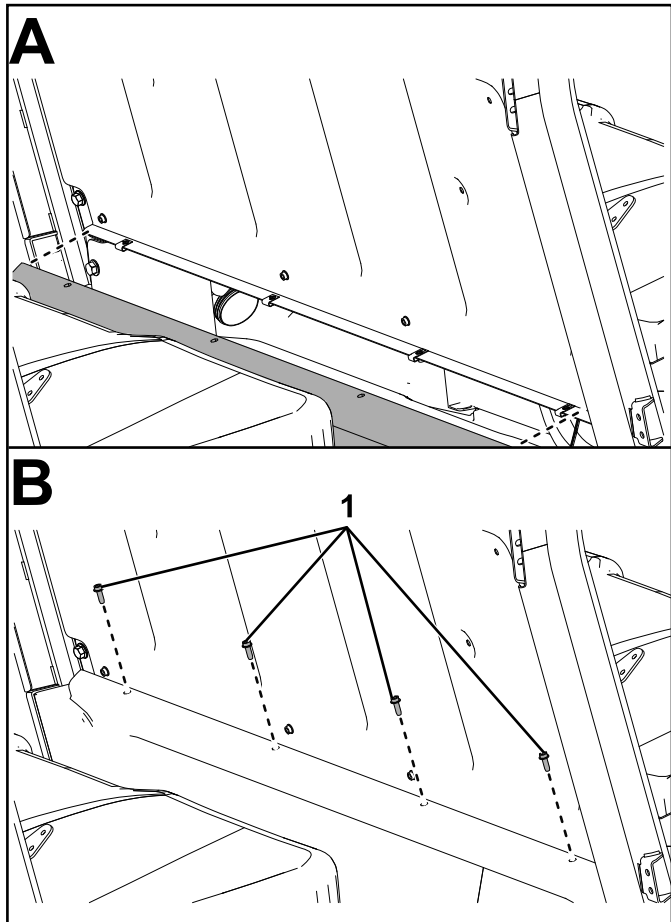

Figura 50
23. Fije el panel del asiento medio en la cavidad para los pies y los 4 clips ($\frac{1}{4}$ ") con 4 pernos de cabeza hexagonal con arandela prensada ($\frac{1}{4}$ " x $\frac{3}{4}$ "), tal y como se muestra en la **Figura 50**.